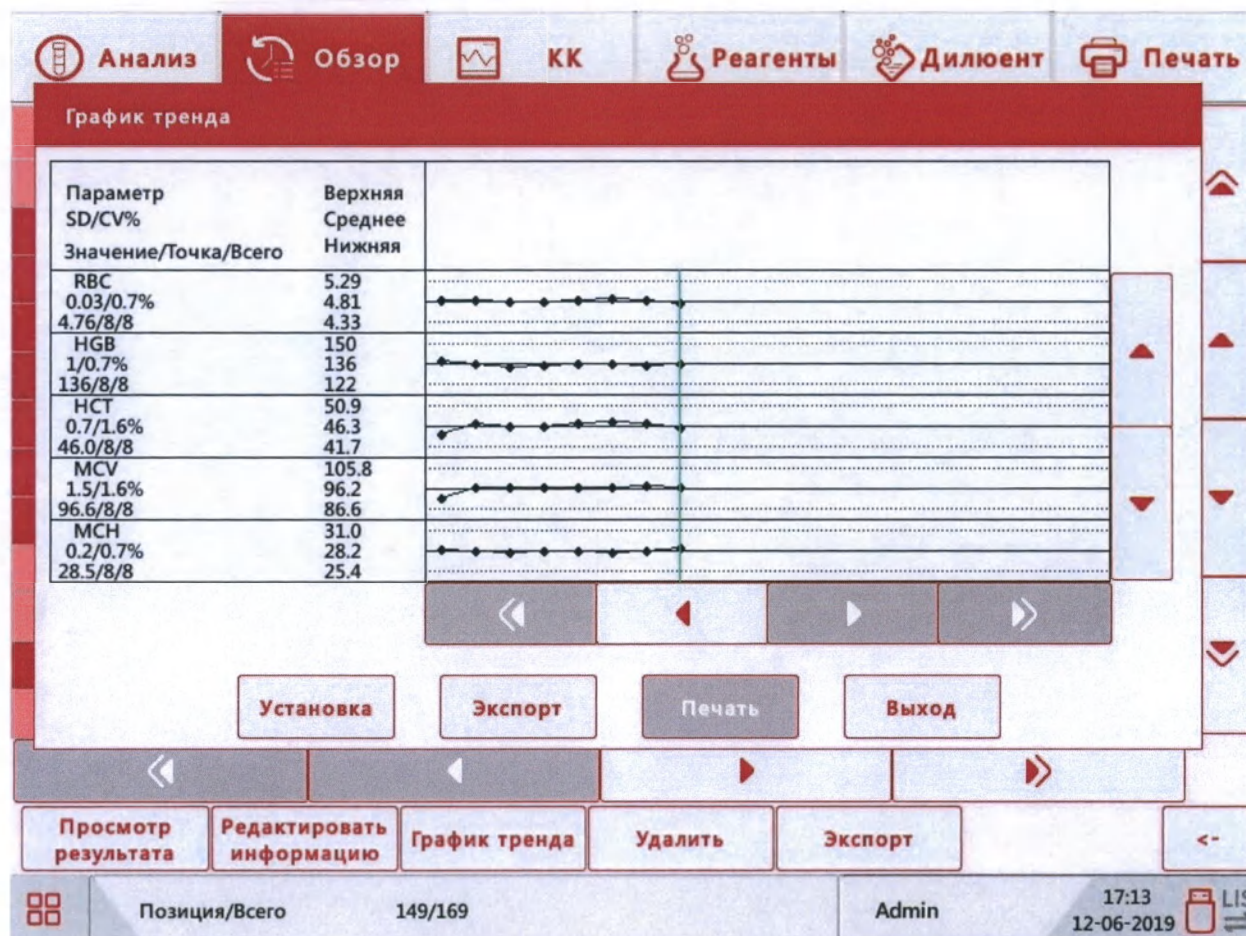

Рис.6.2-10 График тренда результатов параметров одной пробы
- 2) Нажмите кнопку «График тренда», и на экране появится следующее окно (Рис.6.2-10).